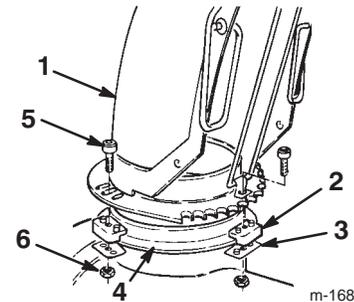

Bild 7
1. Fetten Sie den Kanalring leicht mit Niedertemperaturfett ein (Bild 7).
2. Setzen Sie den Auswurfkanal (offene Seite nach vorne) auf die Auswurföffnung, so dass sich die Befestigungselemente des Kanals auf dem Kanalring befinden (Bild 7).
3. Ziehen Sie die Schraube und die Sicherungsmutter an der linken Seite fest, um die Befestigungselemente für den Kanal auf der Kanalbefestigungsplatte und den Auswurfkanal auf dem Kanalring zu befestigen (Bild 7).
4. Drücken Sie die anderen Befestigungselemente für den Auswurfkanal in Richtung Auswurfkanal (geschlitzt) und ziehen Sie die Schrauben fest (Bild 7).
5. Der Kanal muss sich frei auf dem Ring drehen lassen. Wenn das nicht der Fall ist, drehen Sie das rechte Befestigungselement nach außen (Bild 7).